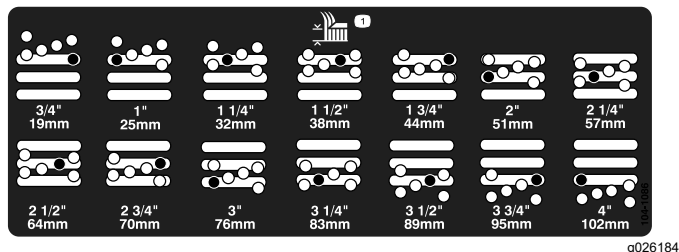

図 19
5. 希望の刈り高にチェンバを合わせ、その刈り高の穴とスロットにスペーサを通す 図 19。